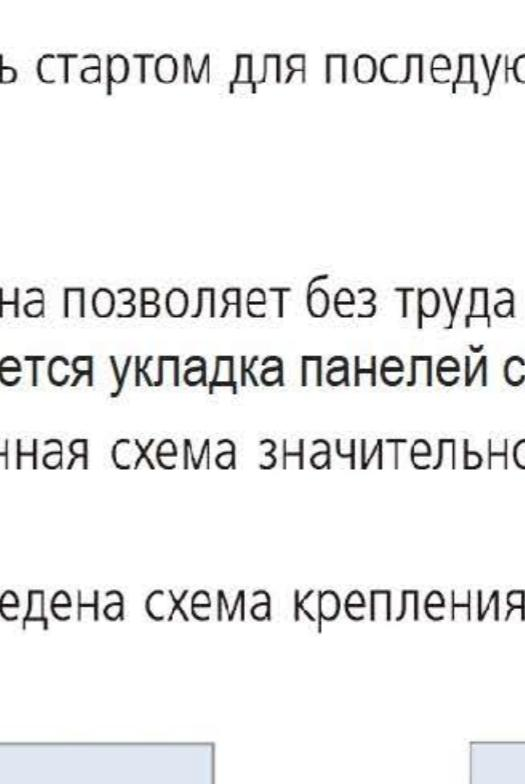

Рисунок 7
- Если Вы укладываете ламинат на бетонное основание, то Вам потребуется полиэтиленовая пленка для обеспечения пароизоляции от остаточной влажности Вашей стяжки. После этого расстилается звукоизолирующая подложка толщиной не менее 2, но не более 3 мм, уже на которую осуществляется монтаж ламината. В случае монтажа на линолеум или деревянное покрытие пароизоляция не требуется (см. рис. 7).